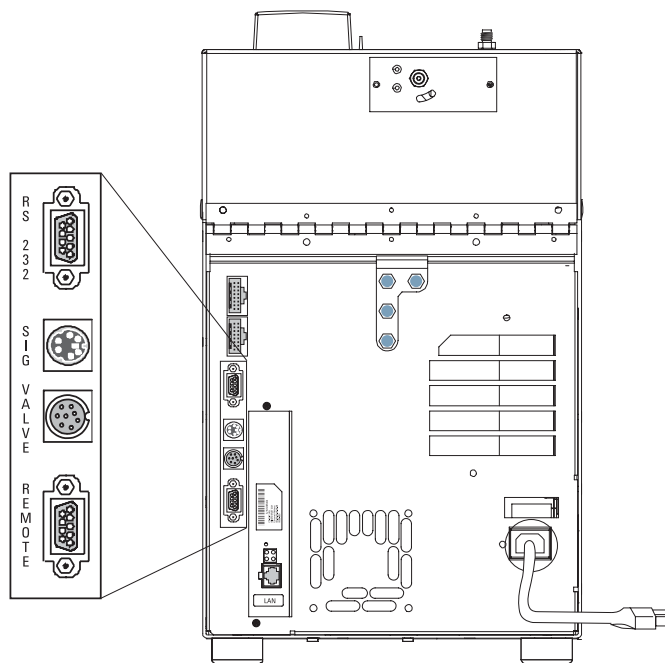

図 6 背面パネル図
- 11 シールド LAN ケーブルを GC 背面の LAN コネクタからハブのコネクタ #2 に接続します。図 6 を参照してください。